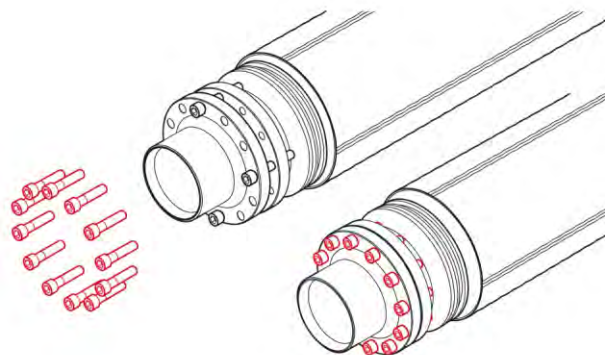

Рис. 3.8.6
6. Вкрутить монтажные болты в свободные от установочных болтов отверстия. Заменить установочные болты на монтажные (рис. 3.8.6). Затянуть болты до упора корпуса в торец фланца.